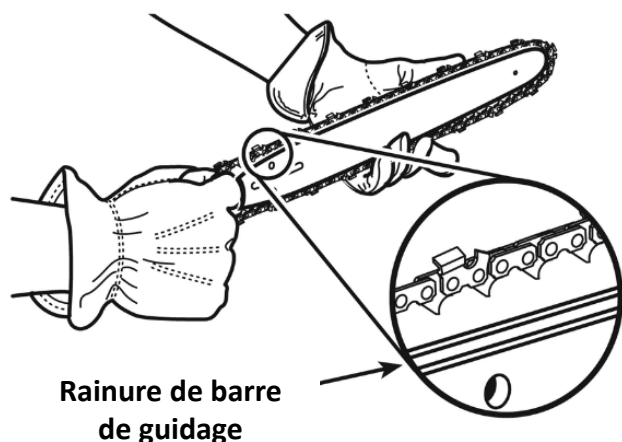

Figure 2 : Orientation de la chaîne de scie
6. Remplacez le couvercle du lecteur, en vous assurant que le La goupille de tension de chaîne sur le couvercle est insérée dans le trou inférieur de la barre de guidage comme indiqué à la figure 2. Remplacez les écrous de couvercle d'entraînement et serrer de sorte que le couvercle est bien ajusté, mais pas serré. Tension la chaîne de scie en suivant les étapes dans Vérification de la tension de la chaîne de scie et réglage Tension de la chaîne de scie à la page 13.